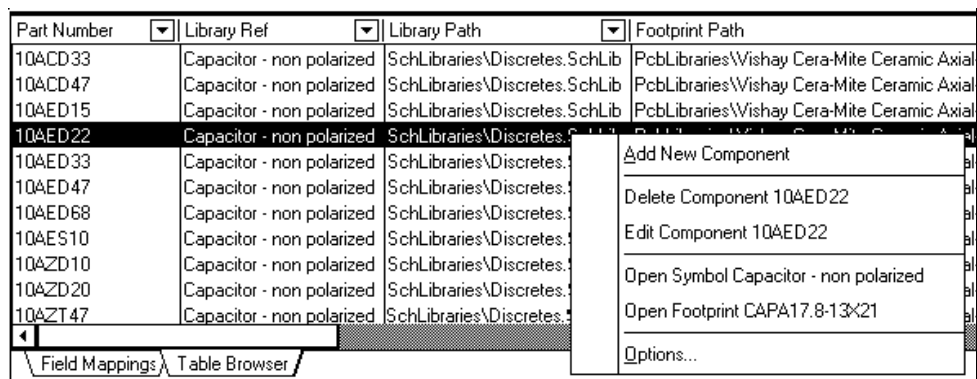

Рис. 12.11. Редактирование таблиц базы данных из оболочки SVNDBLib
- Щелчком правой кнопки мыши в выбранной строке активной таблицы открыть контекстное меню (рис. 12.11) и указать в нем одну из команд: